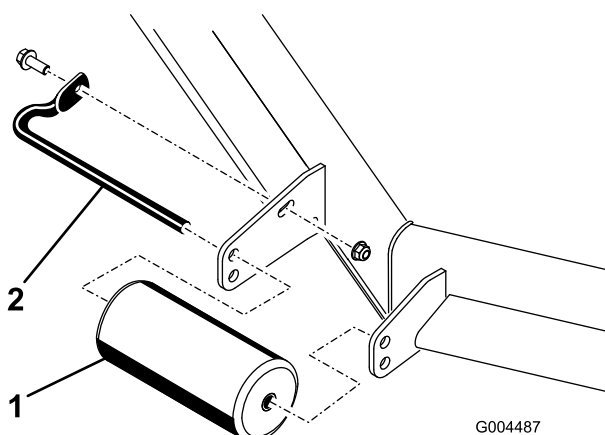

Figure 13
1. Retirez le boulon et l'écrou qui fixent l'axe de galet au support du plateau de coupe (Figure 13).